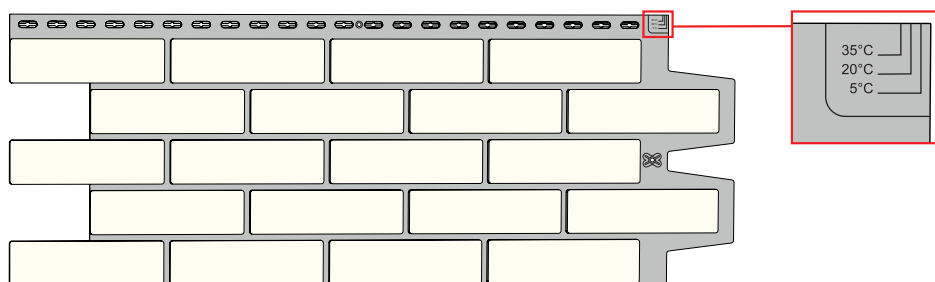

Рисунок 14
- 6.12** При торцевой стыковке панелей необходимо оставлять зазоры между панелями с учетом температурных насечек. (Рис. 14).